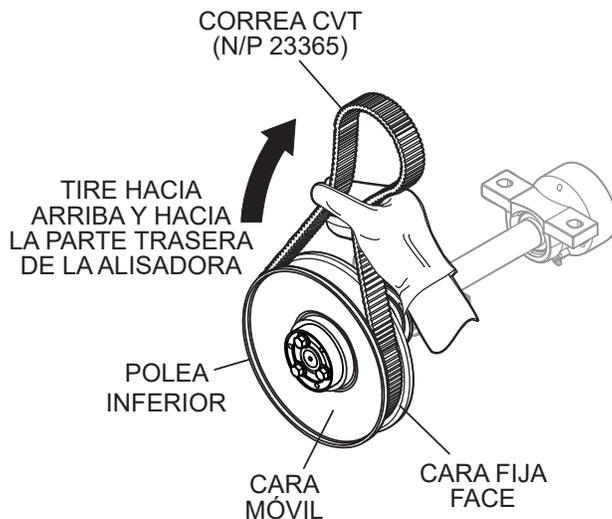

Figura 19. Mantenimiento de la polea inferior abierta
1. Con la correa CVT colocada sobre la polea inferior, apriete la correa (Figura 19) y tire de la correa hacia arriba y hacia la parte trasera de la alisadora. Esto separará abriendo las caras de la polea inferior.